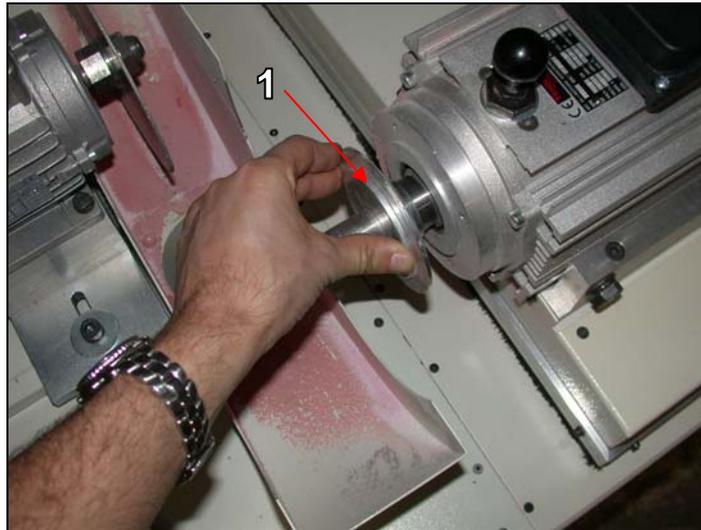

Fig.8.2
- Montare la tapparella di alluminio in dotazione come mostrato in Fig.8.2, con l'alloggiamento della mola nella tapparella Fig.8.2-1 opposto al lato del motore.